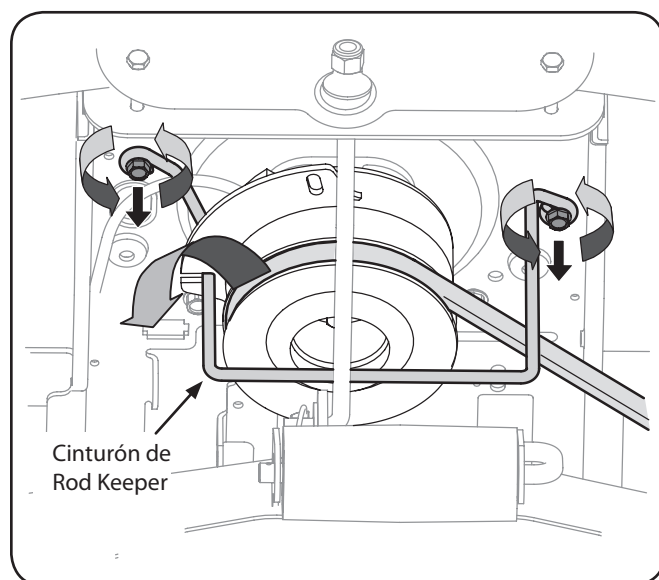

Figura 7-1
3. Extraiga la correa de la plataforma de alrededor del embrague de la potencia de arranque eléctrica del tractor. See Figura 7-1.